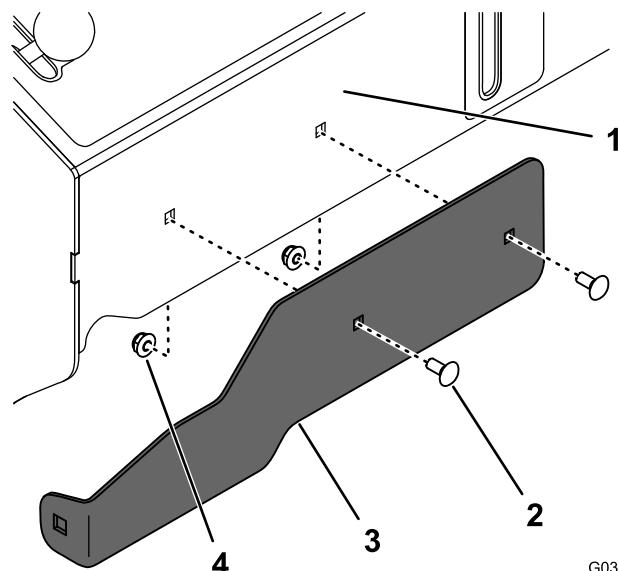

Figure 12
11. Fixez légèrement le support avant à l'avant de la tour de commande à l'aide de 2 boulons de carrosserie (1/4" x 5/8") et 2 écrous (1/4"), comme montré à la Figure 12.